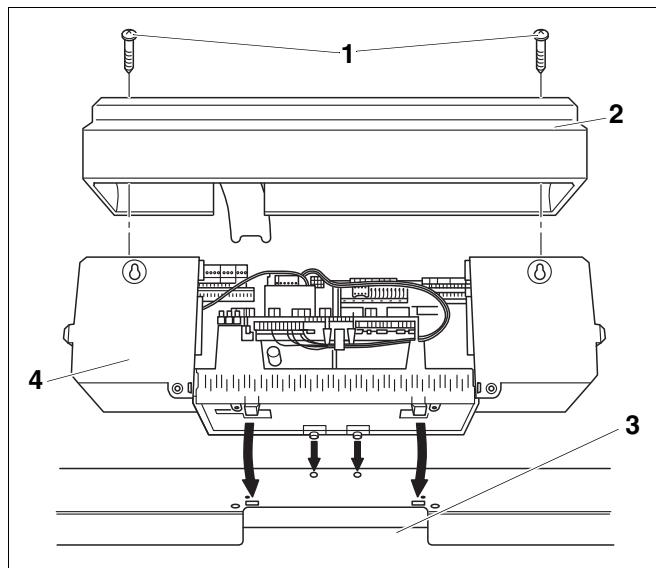
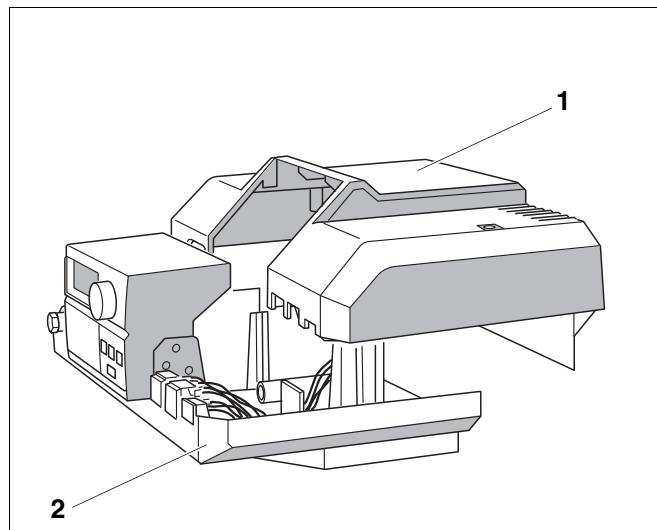

Рис. 10 Открытие и установка системы управления Logamatic 4000
Рис. 18 Установка крышки клеммного щитка
- Оба винта (рис. 10, **поз. 1**) выкрутить сверху из крышки клеммного щитка (рис. 10, **поз. 2**) и снять ее.
- Слегка наклонив систему управления вперед, установить ее так, чтобы передние крюки вошли в овальные отверстия. Систему управления подвинуть вперед и отклонить назад до защелкивания обоих упругих крюков справа и слева (стрелки на рис. 10).
- Капиллярные трубы проложить через кабельный проход (рис. 10, **поз. 3**) и развернуть на требуемую длину.
- Установить крышку клеммного щитка (рис. 18, **поз. 1** и рис. 10, стр. 31, **поз. 2**) и закрепить винтами к системе управления (рис. 18, **поз. 2** и рис. 10, стр. 31, **поз. 4**).